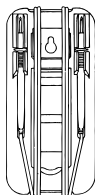

Рис. 6.2
2. Использовать для фиксации обоих измерительных щупов в нерабочем состоянии мультиметра (рис. 6.2).